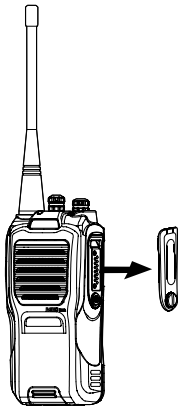

图11
- ① 将耳机/麦克风下端的突起部分插入对讲机图11所指卡槽内，再将耳机/麦克风上端的耳机盖螺钉对准对讲机相应的螺纹孔中，沿顺时针方向旋转直至拧紧为止。(如图11)